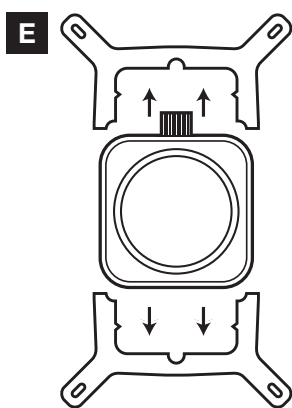

Figura 1
- > Retire el soporte de montaje Intel integrado (figura 1).